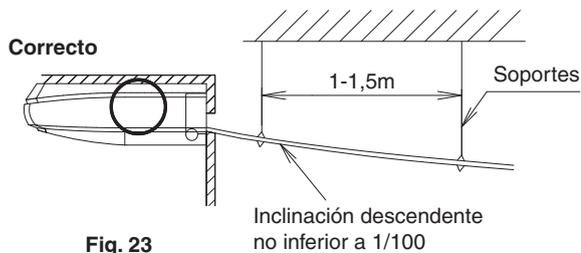
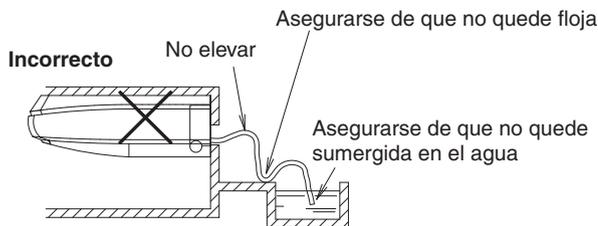

Fig. 23
Fig. 24
(Refiérase a la Fig. 23 y Fig. 24)
- Instale los soportes a una distancia de entre 1 y 1,5 m para que la tubería no se desvíe. (Refiérase a la Fig. 23)